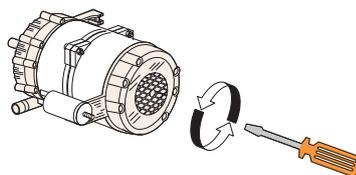

Fig. 16
1. Contrôler la roue de la pompe de rinçage. La roue est bloquée: tourner l'arbre moteur à l'aide d'un tournevis (voir Fig. 16).